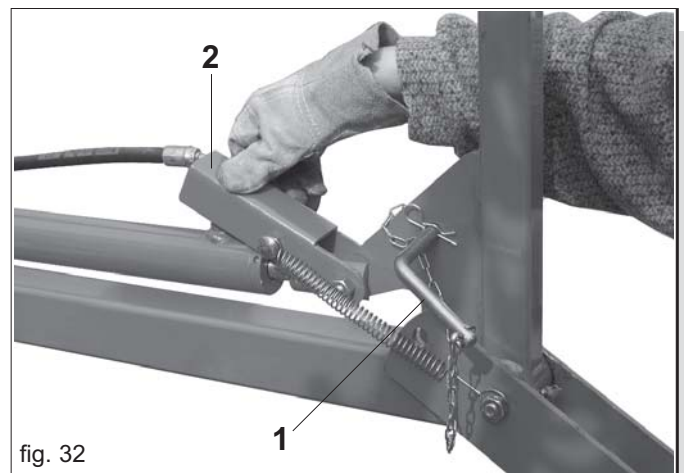

fig. 32
- 2) Desfaceți bolturile de fixare, puneți-le în locul prevăzut (1 Fig. 32) și apăsați în jos clama împreună cu cilindrul (2 Fig. 32).